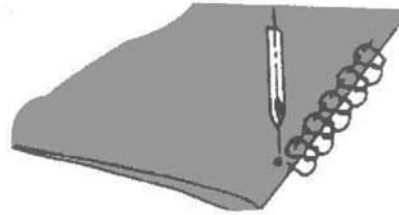

Bild 93
- Lägg tyget så att en del av stygnen hamnar utanför kanten (bild 93).